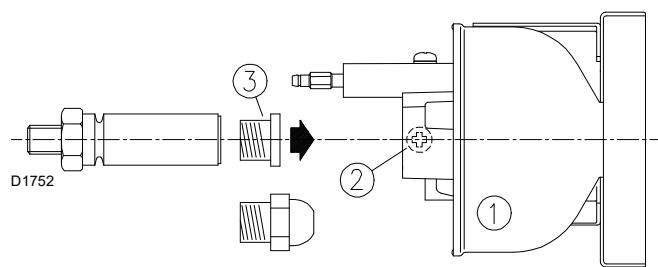

Fig. 12
- Allentare la vite 2)(Fig. 12) e sfilare il gruppo stabilizzatore fiamma 1), togliere il tappo in plastica 3) e montare l'ugello: non usare prodotti per la tenuta: guarnizioni, nastro o sigillanti.